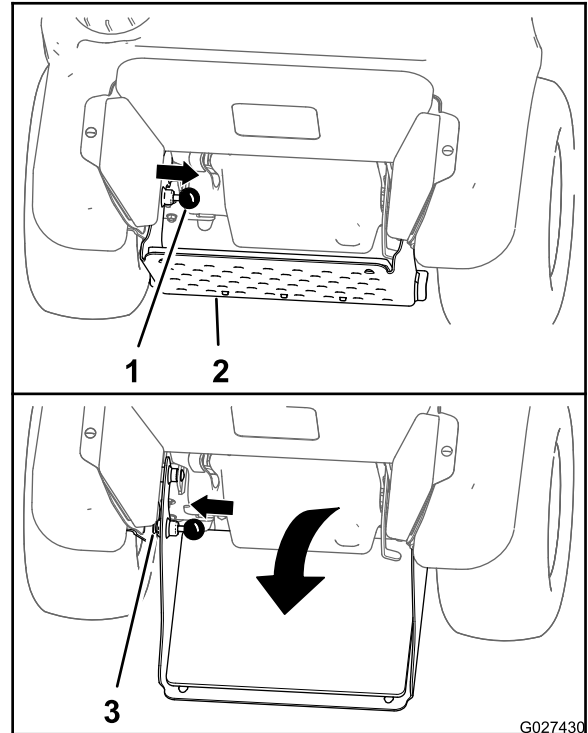

図 18
1. 運転台ロック用のノブを内側に引くと、ピンの先端がシャーシの上穴から抜ける(図 18)。
2. 運転台を下げて開き、ロック用のピンをシャーシの下穴に整列させる(図 18)。
3. 運転台ロック用のノブのピン先をシャーシの下穴に押し込む(図 18)。
1. 運転台を上げて、ロック用のノブを内側に引くと、ピンの先端がシャーシの上穴から抜ける(図 18)。
2. 運転台を上げて、ロック用のピンをシャーシの上穴に整列させる(図 18)。
3. 運転台ロック用のノブのピン先をシャーシの上穴に押し込む(図 18)。